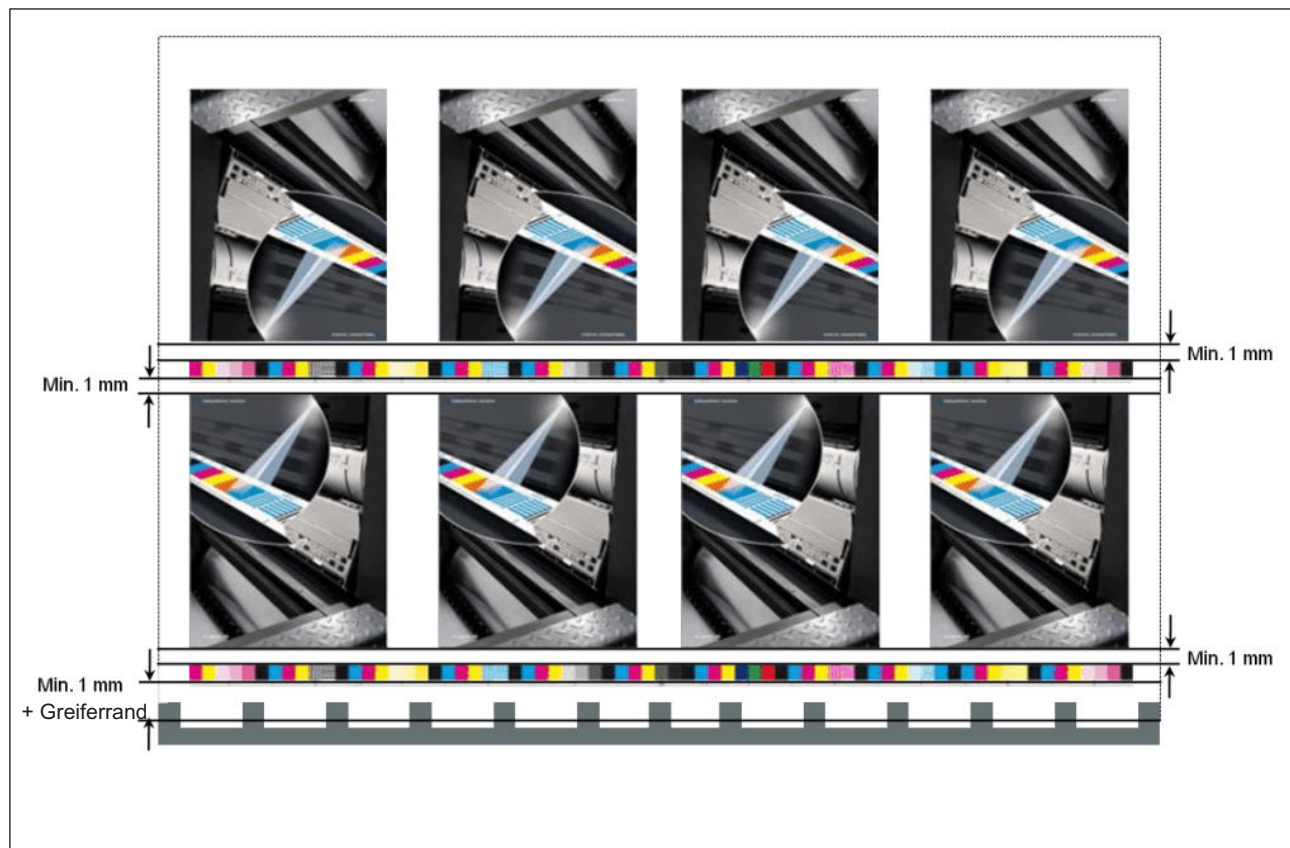

Abb. 19 Montage Prinect Inpress Control
- Sie können den Druckkontrollstreifen an jeder beliebigen Position zwischen Greiferrand (Abb. 19/1) und Bogenmitte (Abb. 19/2) montieren.